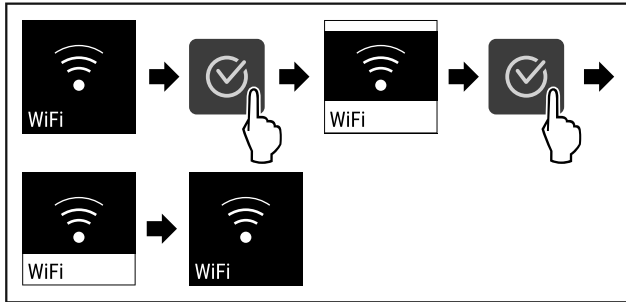

Fig. 86
- ▶ Hajtsa végre a művelet lépéseit (lásd Fig. 86) .